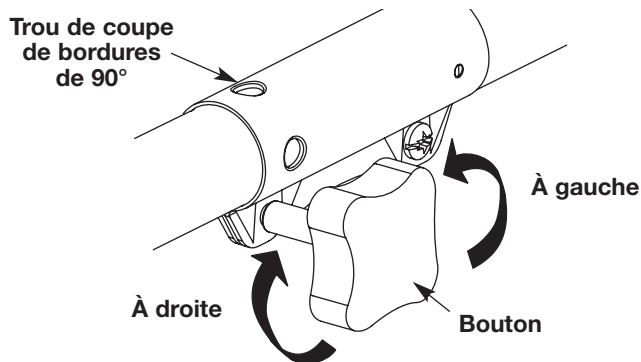

Fig. 1
2. Dévissez le bouton vers la gauche (fig. 1).
1. Dévissez le bouton vers la gauche (fig. 1).